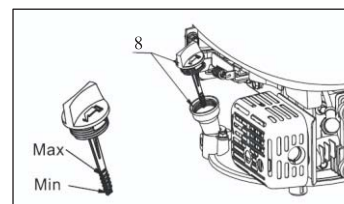

Abb. 6
2. Entfernen Sie den Öleinfülldeckel/Ölmesstab (8) und wischen Sie ihn ab.
3. Stecken Sie den Öleinfülldeckel/Ölmesstab (8) wie dargestellt in den Öleinfüllstutzen, schrauben Sie ihn jedoch nicht fest, sondern ziehen Sie ihn wieder heraus, um den Ölstand abzulesen.
4. Falls sich der Ölstand in der Nähe von oder unterhalb der unteren Grenzwertmarkierung befindet, entfernen Sie den Öleinfülldeckel/Ölmesstab (8) und füllen Sie des empfohlene Öl bis zur oberen Grenzwertmarkierung (untere Kante der Öleinfüllöffnung) nach. Nicht überfüllen.
5. Installieren Sie dann wieder den Öleinfülldeckel/Ölmesstab (8). (Abb. 6)